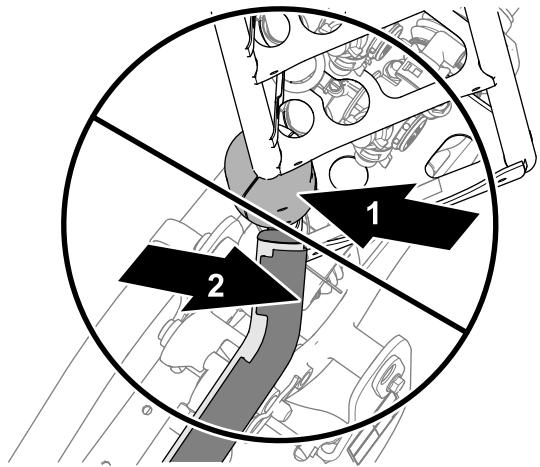
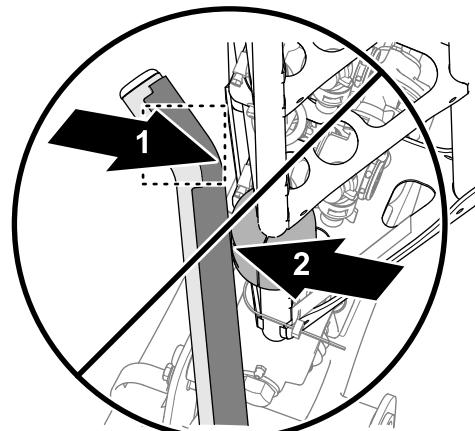
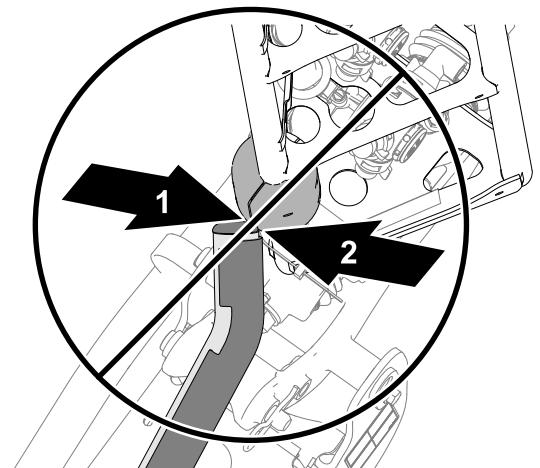

图 6
图 8
图 7
5. 如果任何一个上托架管与滑块错位如图 6、图 7 或图 8 所示请调节托架位置参阅 将托架与外喷洒臂对齐 (页码 68)。